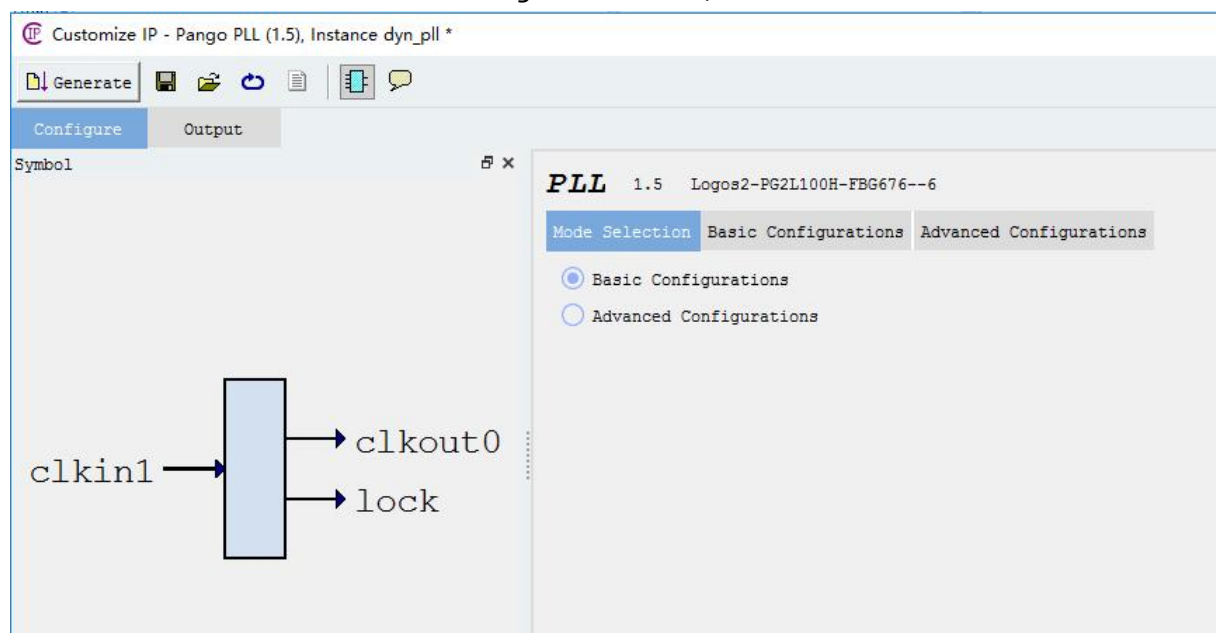

图 5.6-2 PLL 配置 Mode Selection
5、Mode Selection 选择 Basic Configurations 模式, 如图 5.6-2 所示